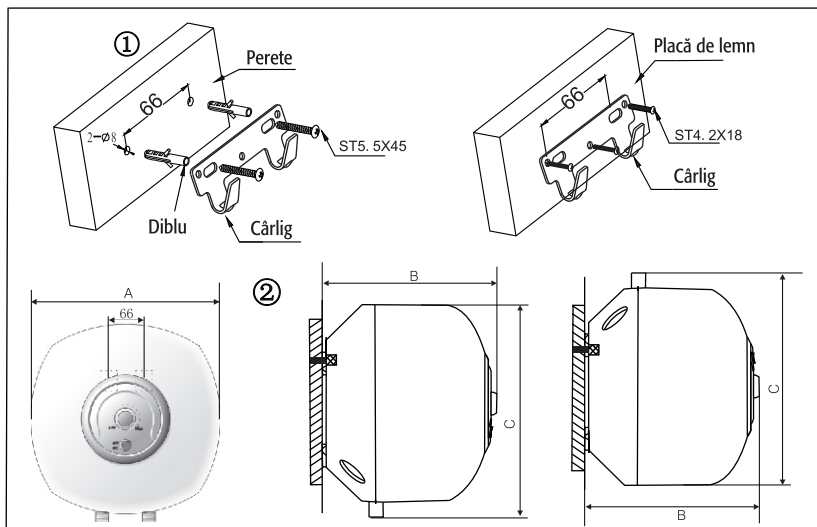

Figura 2
- ① Utilizați o mașină de găurit electrică pentru a face două găuri de Ø8 în perete. Distanța dintre cele două găuri trebuie să respecte indicațiile din figura 2. (66 mm)
- ② Introduceți diblurile în găurile efectuate astfel încât cârligele să fie orientate în sus.
- ③ Ridicați boilerul, agățați-l și fixați-l în cârlige.
- ④ Înălțimea găurilor trebuie stabilită ținând cont de poziția racordurilor hidraulice pe perete, de tipul conductelor hidraulice utilizate și de poziția racordurilor inferioare ale boilerului (a se vedea figura 2).